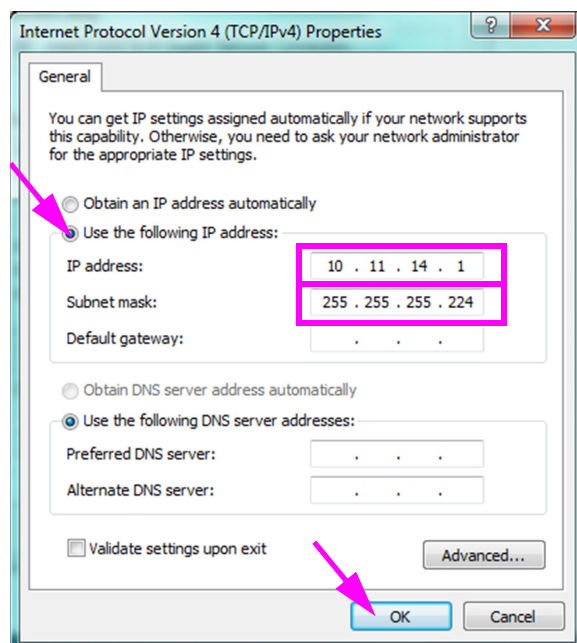

Figura 2-43. Pantalla Internet Protocol Version 4 (TCP/IPv4) Properties (Propiedades del protocolo de Internet versión 4 [TCP/IPv4])
9. En esta pantalla, seleccione **Use the following IP address:** (Usar la siguiente dirección IP:). Consulte la figura 2-43.